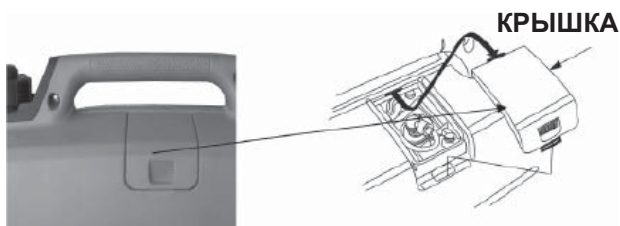

Рис.10
ОБСЛУЖИВАНИЕ СВЕЧИ ЗАЖИГАНИЯ (РИС.10)
1. Для проверки свечи зажигания снимите крышку отсека свечи зажигания(рис.10)